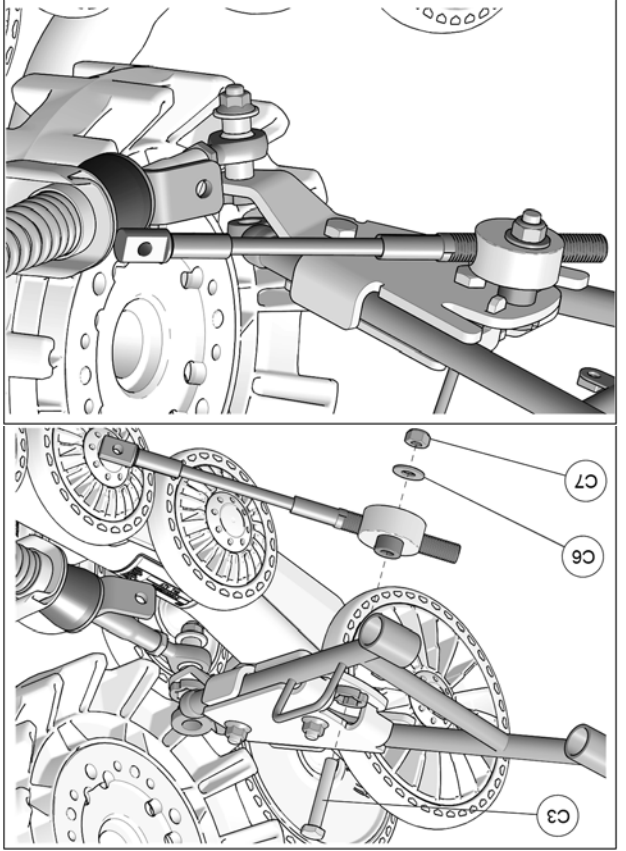

Fig. 24
12. Assembler le disque en aluminium du limiteur de conduite au trou à l'arrière de l'ancrage avant en utilisant le boulon (C3), la rondelle (C6) et l'écrou (C7). Serrer l'assemblage à un couple de 50 N•m [37 lb•pi]. Voir la Fig. 24